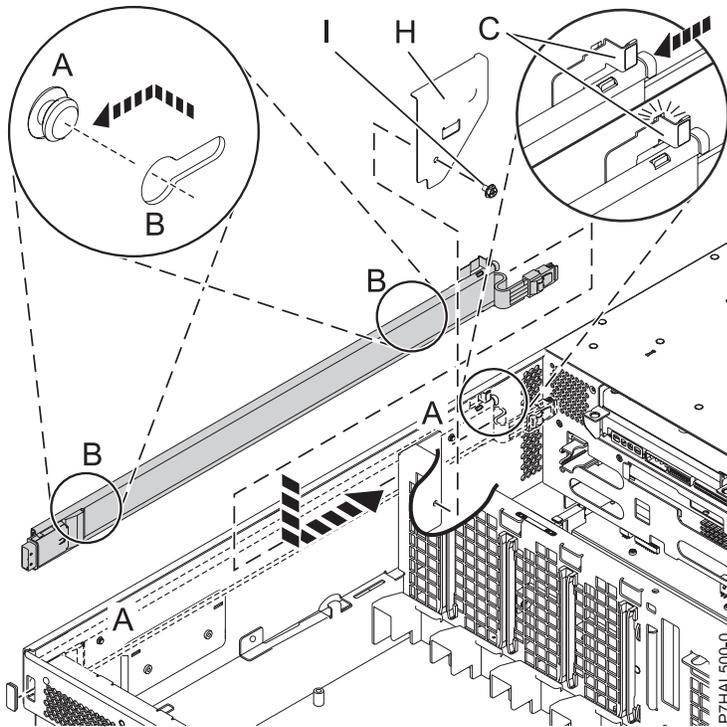

Figure 37. Fixation du câble SAS
**Conseil :** Pour effectuer les étapes suivantes, voir figure 37, à la page 51.
8. Insérez les broches (A) situées sur le côté du système dans les emplacements (B) de l'ensemble de câble SAS.
9. Faites glisser l'ensemble de câble vers l'arrière jusqu'à ce que les broches (A) soient insérées et le loquet (C) en place.
10. Fixez le support de câble (H) en plaçant l'encoche du support au-dessus de la colonne située sur le côté du système, alignez le trou de la vis (I) avec celui qui se trouve sur le côté du système, puis fixez le support à l'aide de la vis.